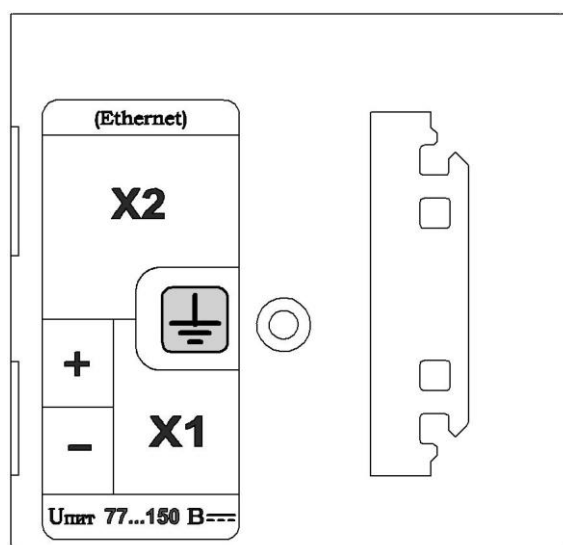

Рис.2 Отсек присоединительных разъемов
Разъем питания - X1, разъем сети Ethernet- X2 и элемент заземления, расположены в нише на задней стороне панели (см. рис.2).
4.3.3 Подключение заземления к панели осуществляется через винт М4, расположенный в отсеке разъемов (см. рис.2).